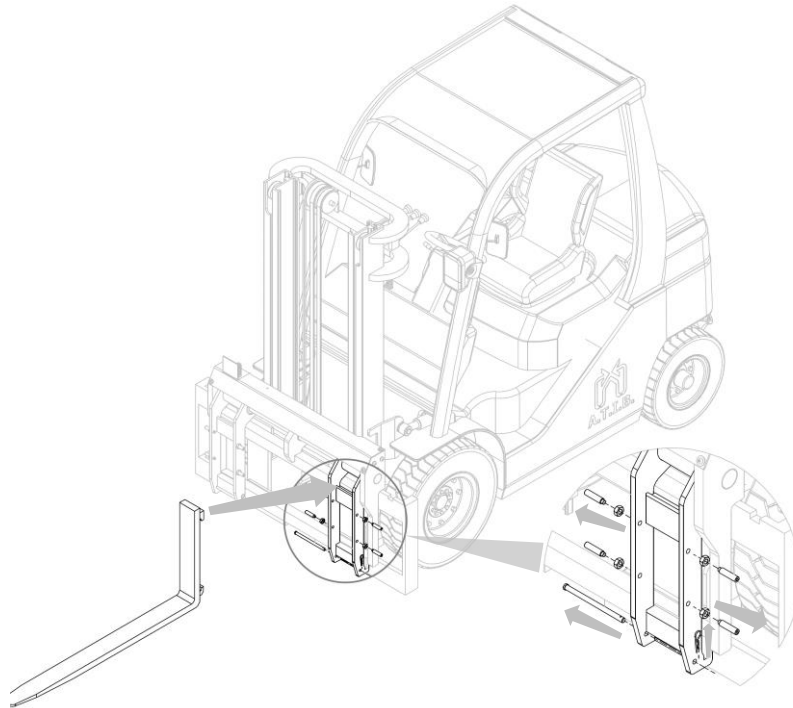

Figura 9
1. Applicare le forche, dopo aver svitato i fermi forca dei foderi e rimosso i perni inferiori (vedi Punto Fissaggio Forche) di fissaggio delle forche (vedi Figura 9).